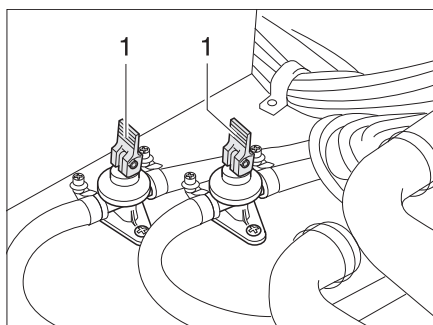

Fig. 132 Robinets de vidange
- Fermer les robinets de vidange. Placer les leviers à bascule (Fig. 132,1) en position horizontale.
- Ouvrir les robinets de vidange (Fig. 132). Pour cela, placer les leviers à bascule (Fig. 132,1) en position verticale. Le chauffe-eau est vidé à l'extérieur par le biais des robinets de vidange.